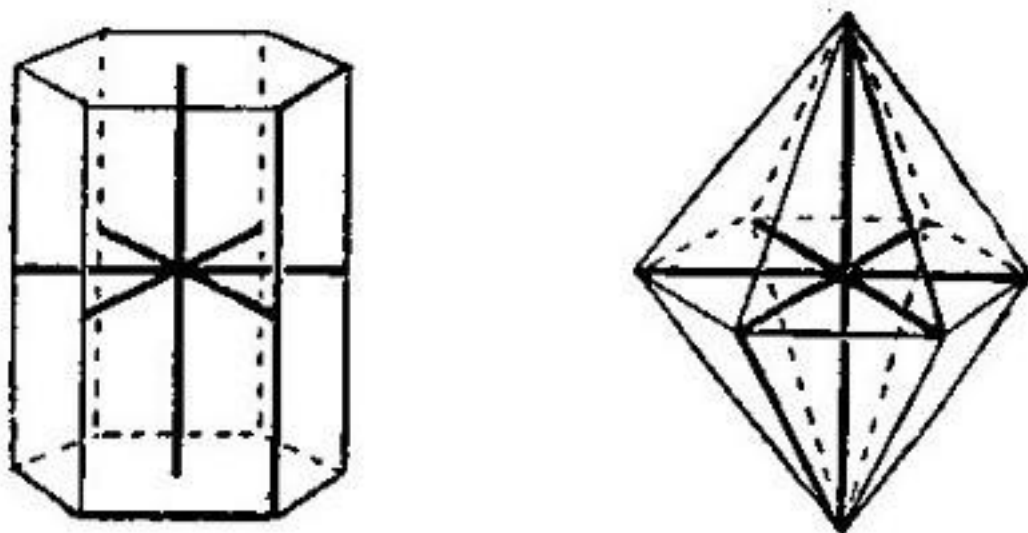

Рис. 51
6. Шестиугольная система (рис. 51). Три равные оси в одной плоскости пересекаются под углами 60° , а четвертая - под прямым углом ко всем этим осям.